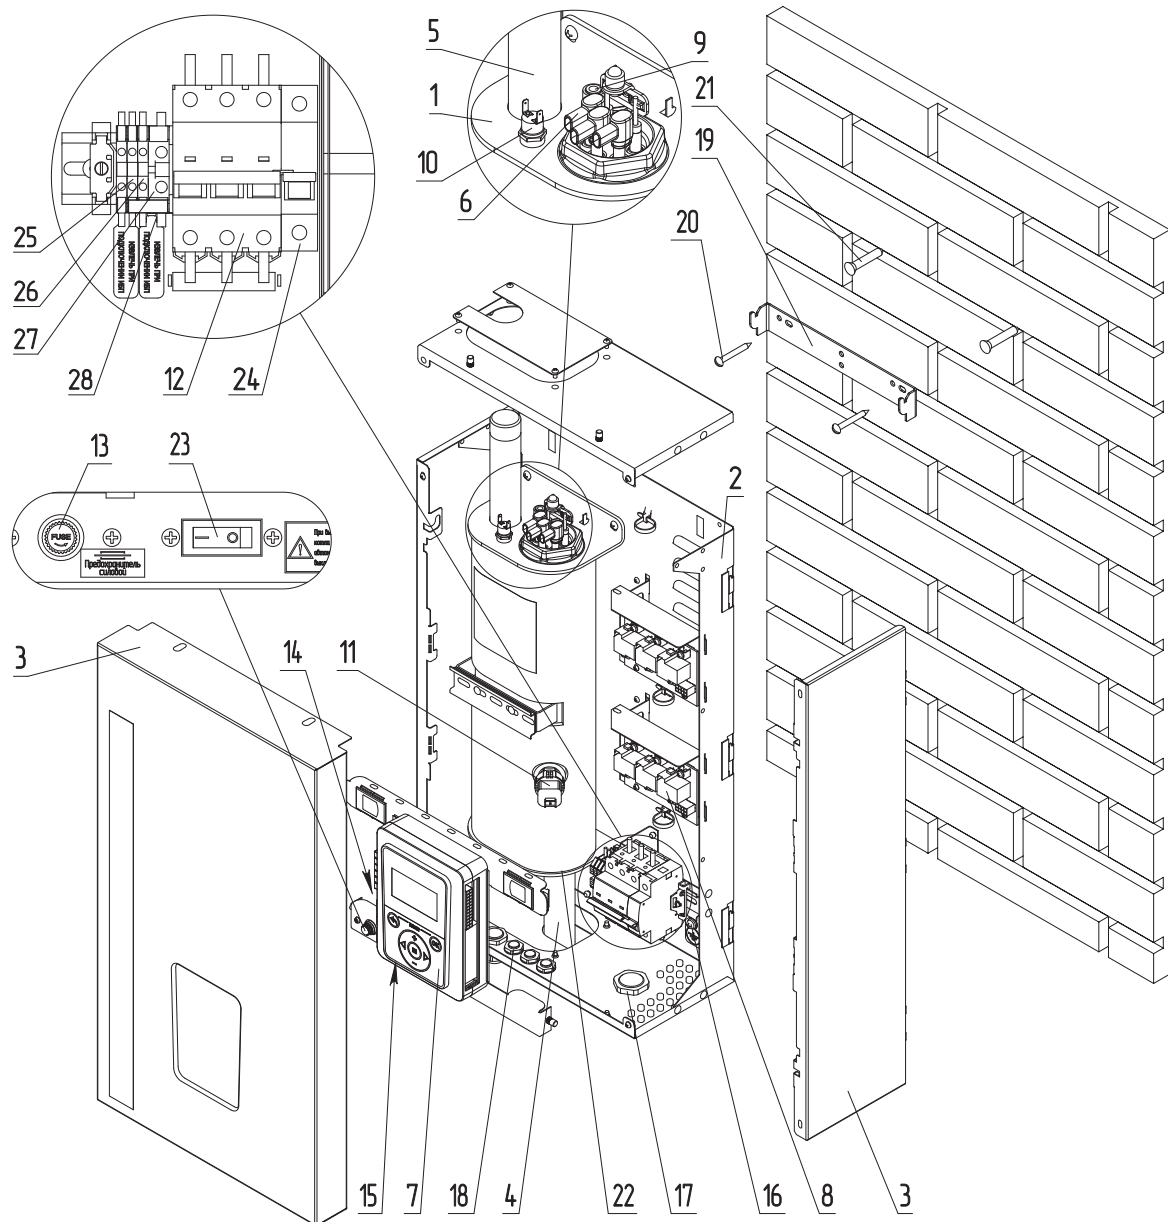

Рис.1 Устройство электрического котла ZOTA LUX-X 4,5-24 кВт
Закрепите настенный кронштейн на вертикальной поверхности в необходимом месте с помощью шурупов, входящих в комплект, и установите на него котел, как показано на **Рис.1, Рис.2, Рис.3**.
- присоединить рабочий нулевой провод на клемму нейтраль (N) котла;
- защитный нулевой провод (PE) подключить на болт «ЗАЗЕМЛЕНИЕ» (**Рис.1, Рис.2, Рис.3, поз.16**);